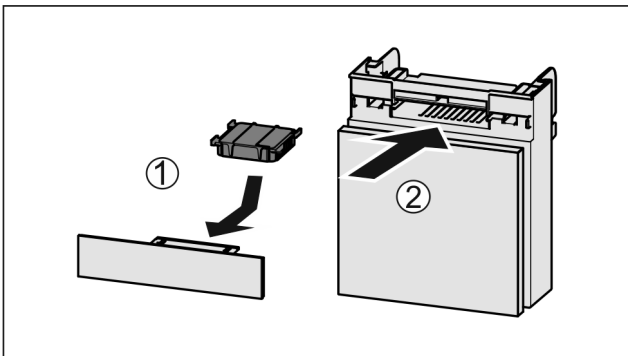

Fig. 46
- ▶ Actiefkoolfilter overeenkomstig afbeelding aanbrengen Fig. 46 (1).
- ▶ Lade erin schuiven Fig. 46 (2).